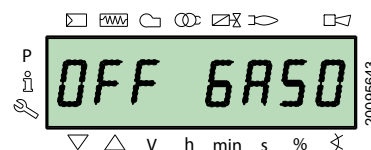

Abb. 40
- Heizölbetrieb **“OFF GASO”** (Abb. 40)